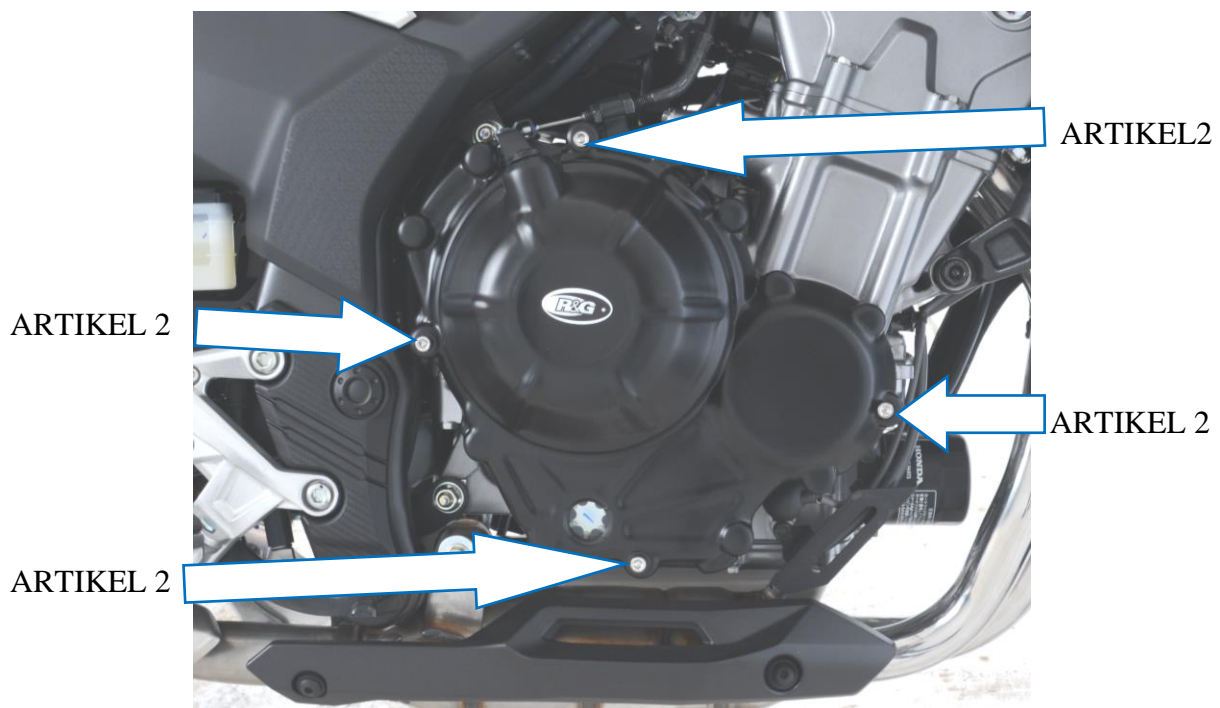

ABBILDUNG 1
- Entfernen Sie die vier Schrauben, die in den Abbildung 1 abgebildet sind. Um die richtigen Schrauben identifizieren zu können, halten Sie die Abdeckung an das Gehäuse. **ENTFERNEN SIE NICHT ALLE SCHRAUBEN AM MOTORGEHÄUSE.**
- Die Schrauben wie vorgegeben (siehe Abbildung 1) durch die Abdeckung in das Motorgehäuse einführen.